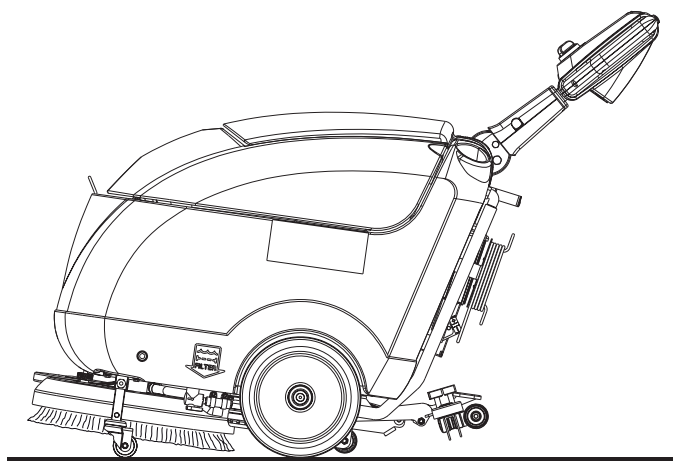

Figura 5
7. Solte as alavancas de accionamento da escova (70) e o botão de activação (69).
8. Rode o manípulo (62) na posição "0" para desligar a máquina.
9. Accione o engate de posicionamento (24) e engate o dispositivo de estacionamento da máquina (23a) para manter levantada a escova/porta-filtro (ver a Figura 5).